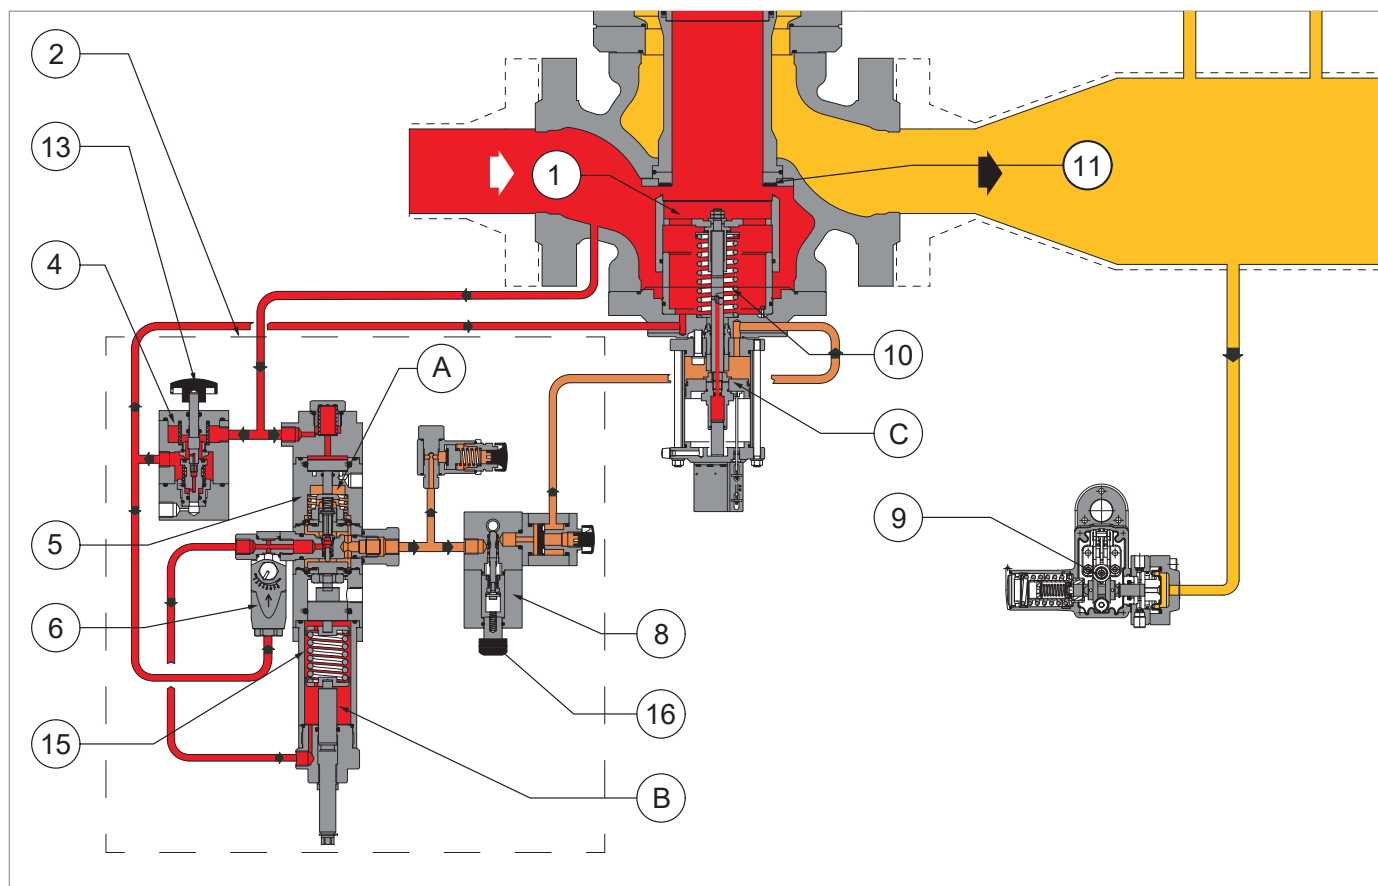

Рис. 4.13. REVAL 182 с встроенным запорным клапаном HB/97
Встроенный запорный клапан НВ/97 состоит из (см. рис. 4.13):
Устройство LINE OFF 2.0 (2) состоит из (см. рис. 4.13):